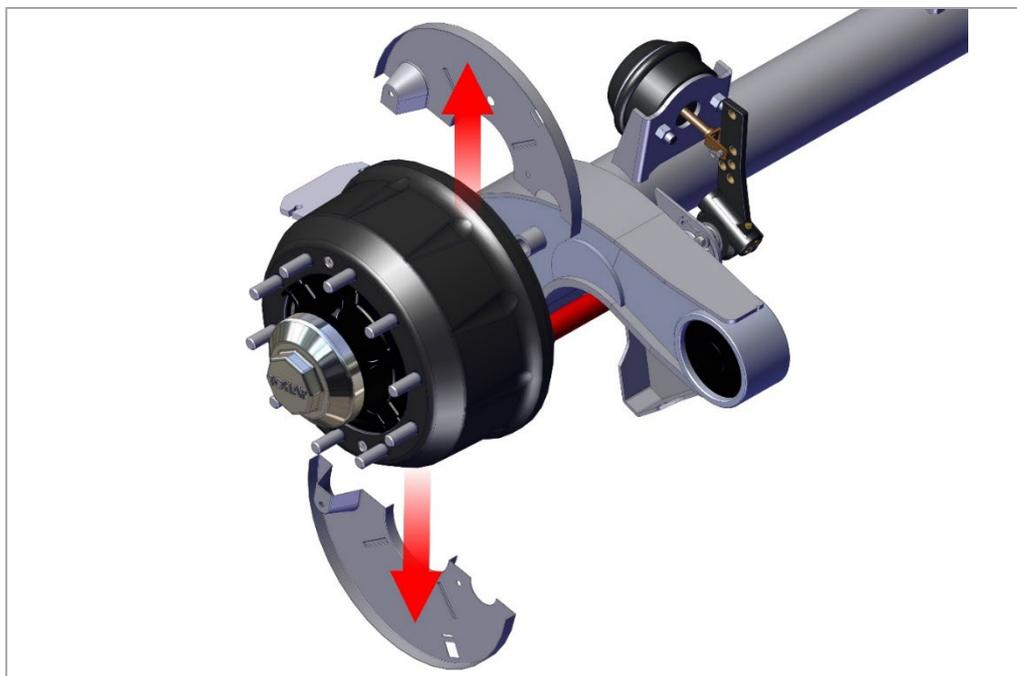

Рис. 16. Снятие грязезащитных щитков.
1) Снимите грязезащитные щитки тормозного барабана, как показано на рис. 16.